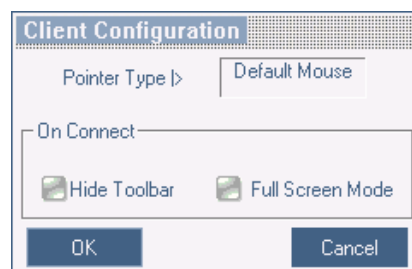

Figure 23 : Fenêtre de configuration du client
**Local Settings** (Paramètres Locaux) – Ouvrir la fenêtre de configuration du client, voir Figure 23.